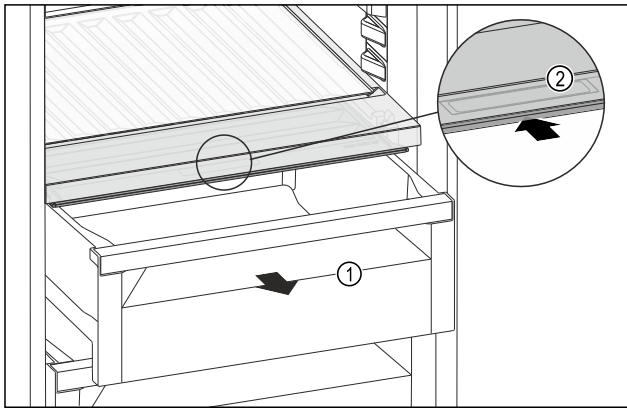

Fig. 184
- Retirer le tiroir Fig. 184 (1).
- Saisir la poignée encastrée Fig. 184 (2) du couvercle du compartiment et pousser le couvercle du compartiment vers l'arrière.